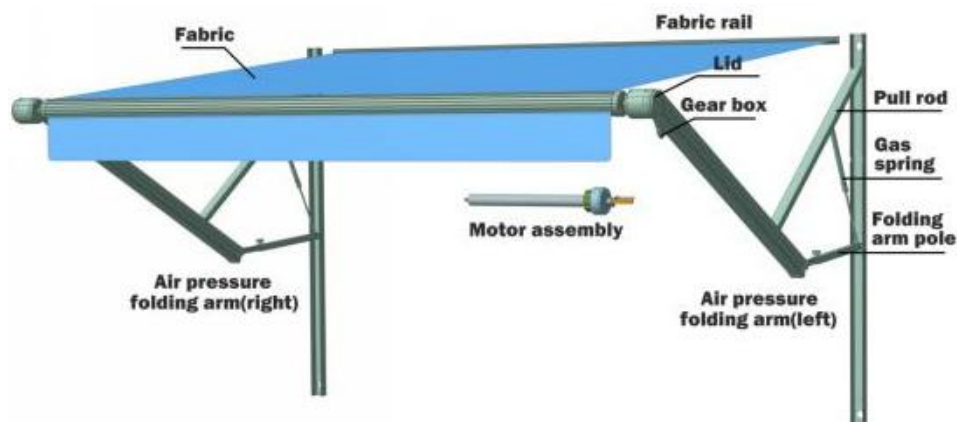

Figure D1
Schéma de structure d'auvent B2E : Figure D1
3.6 Enroulez le tissu dans le même sens sur le tube d'enroulement, puis passez l'autre extrémité du tissu dans la bande de tissu du véhicule (Figure D1 3), et enfin insérez l'ensemble rouleau dans l'arbre en acier situé en haut du bras de pliage du moteur. Fixez les vis pour connecter et fixer le couvercle d'extrémité du rouleau à l'arbre en acier (Figure D1 4).
3.7.3 Retirez la goupille de sécurité du couvercle d'extrémité côté non moteur de la bobine (Figure D1 8), libérez le bras de pliage et serrez le rouleau de tissu sous la force.